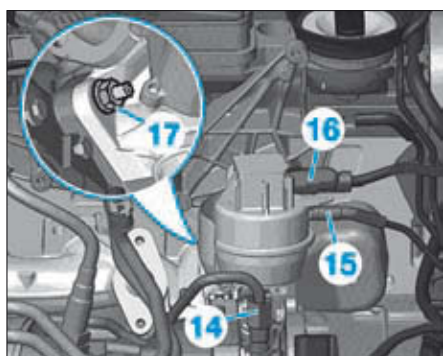

FIG. 58
- Dévisser le raccord (14) d'alimentation en huile du turbo (Fig.58).
- Débrancher le tuyau à dépression (15) et le connecteur (16).
- l'écrou (17) du turbo sur le collecteur d'échappement,